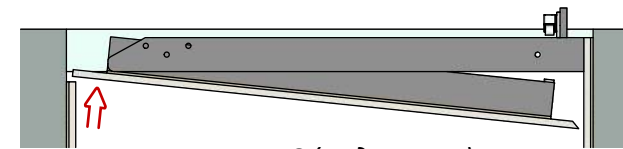

Рис. 16 (вид сверху)
7) После полного высыхания клея, люк можно открыть нажав на плитку со стороны петель (Рис.16).